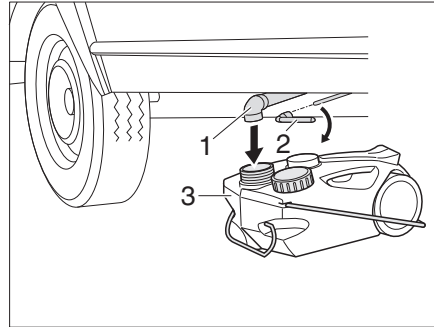

Fig. 140 Depósito de aguas residuales bajo el piso
- Colocar el depósito de aguas residuales con ruedas (Fig. 140,3) debajo de la tubería de aguas residuales (Fig. 140,1).
- Insertar la llave de vaso (Fig. 140,2) en el cuadrado.